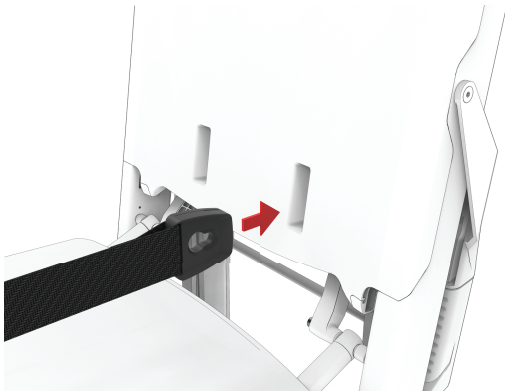
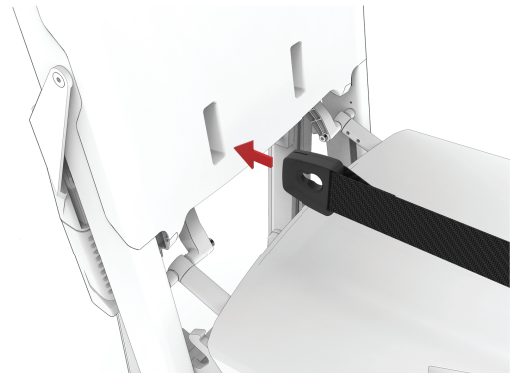

**Figur 18 – Setestolpe, parallell**
**Figur 19 – Setestolpe, krysset**
**Merknad** - Du kan feste seteklemmen i parallell eller krysset konfigurasjon, avhengig av pasientens størrelse (Figur 18 og Figur 19).